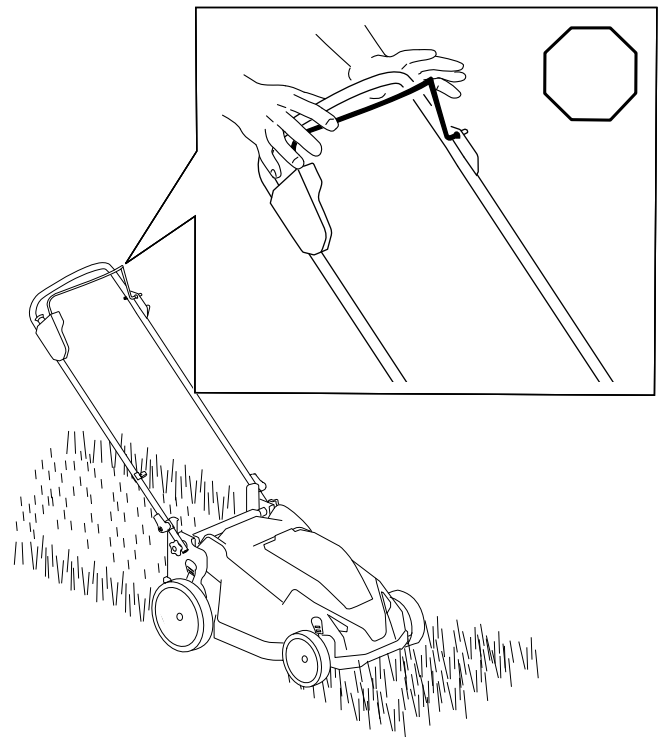

Figure 11
1. Relâchez la barre de commande de la lame (A de la Figure 11).